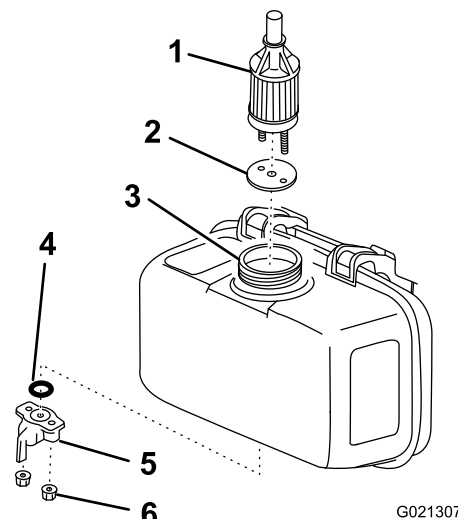

Figura 41
5. Afloje las tuercas situadas debajo de la palanca de cierre de combustible (Figura 41).
6. Retire y deseche la junta tórica (Figura 41).
7. Extraiga el filtro de salida de combustible y la junta del orificio de llenado (Figura 41).
8. Instale un nuevo filtro de salida de combustible y una junta a través del orificio de llenado y asíntelos en el depósito de combustible (Figura 41).
9. Instale una junta tórica nueva en la palanca de cierre de combustible, e instale el conjunto en el depósito de combustible usando las tuercas situadas debajo de la palanca de cierre de combustible (Figura 41).